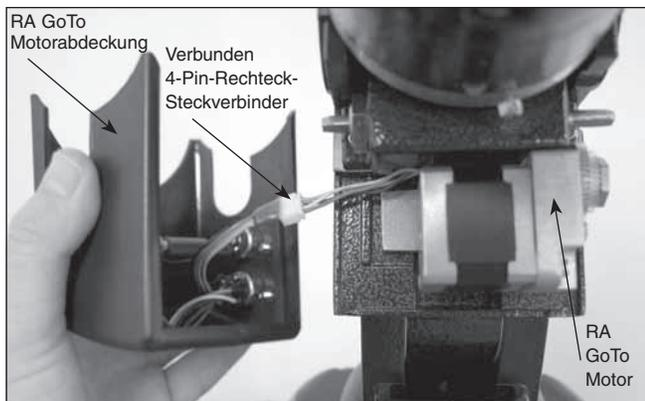

Abbildung 7. RA GoTo Motorverdrahtung
6. Nehmen Sie die RA GoTo Motorabdeckung und halten Sie sie an den installierten RA GoTo-Motor. Auf der Innenseite der Motorabdeckung sehen Sie eine Reihe von Drähten mit einem weißen rechteckigen 4-Pin Stecker. Verbinden Sie vorsichtig den rechteckigen 4-Pin Stecker der RA GoTo Motorabdeckung mit dem entsprechenden rechteckigen 4-Pin-Anschluss auf dem RA GoTo Motor. Einmal verbunden, sollte die Verdrahtung des RA GoTo Motors der **Abbildung 7** ähneln.